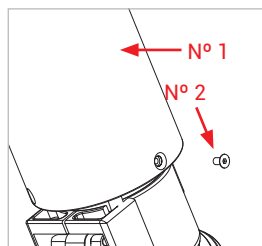

Figure 6
- ▶ Dévissez les trois vis à tête fraisée (n° 2) avec un tournevis à six pans SW2 pour les retirer du manchon de protection anti-choc (n° 1) (Figure 6).